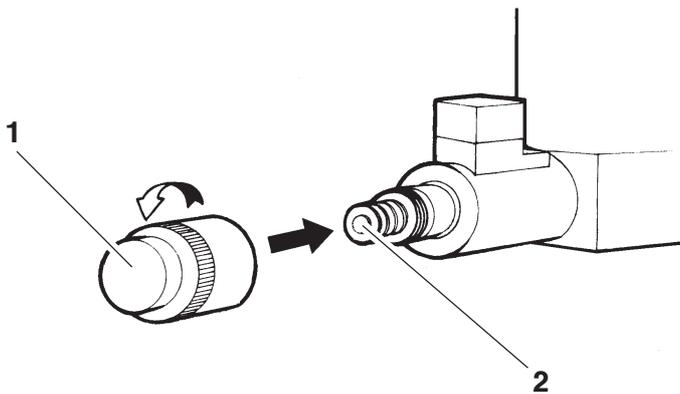

Fig. 24
Rif. Fig. 24
Ref. Fig. 24
Zu Abb. 24 - Notabsenken (bei Stromausfall). Die beiden Fahr­schienen (mit geeigneten Hilfsmitteln) anheben und die Sperrklinken aus den entsprechenden Stützvorrichtungen heben. Zwischen Letztere eine Unterlegscheibe legen, damit sie nicht einrasten können. Das Ventil für manuelles Absenken öffnen, indem vorher der Schutzstöpsel (1) losgeschraubt wird, dann die Einrichtung (2) betätigen.
Réf. Fig. 24 - **Descente d'urgence (en cas d'absence de tension).** Soulever (en utilisant des moyens appropriés) les deux chemins de roulement en soulevant les arrêts de leurs appuis. Introduire une cale sur les appuis pour empêcher l'enclenchement. Ouvrir le clapet de descente manuelle en dévissant d'abord le bouchon de protection (1) puis appuyer sur le dispositif (2).
Ref. Fig.24